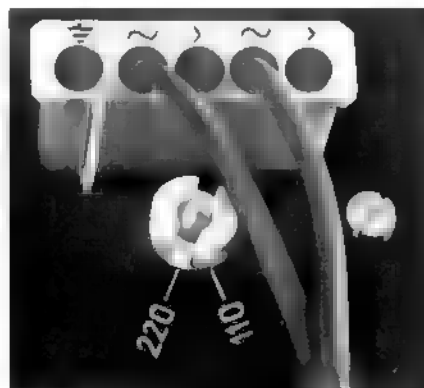

Fig. 2
B.No. 213 982, AMP-No. 160 565/1 (fig. 2)
Lorsqu'on raccorde le tourne-disques soit à un récepteur tous courants ou d'un auto-transformateur soit à un amplificateur d'un raccordement pareil, une mise à la terre spéciale de la platine est nécessaire. Une cosse est prévue à cet effet sur la fiche de branchement d'alimentation (fig. 2 et 3).